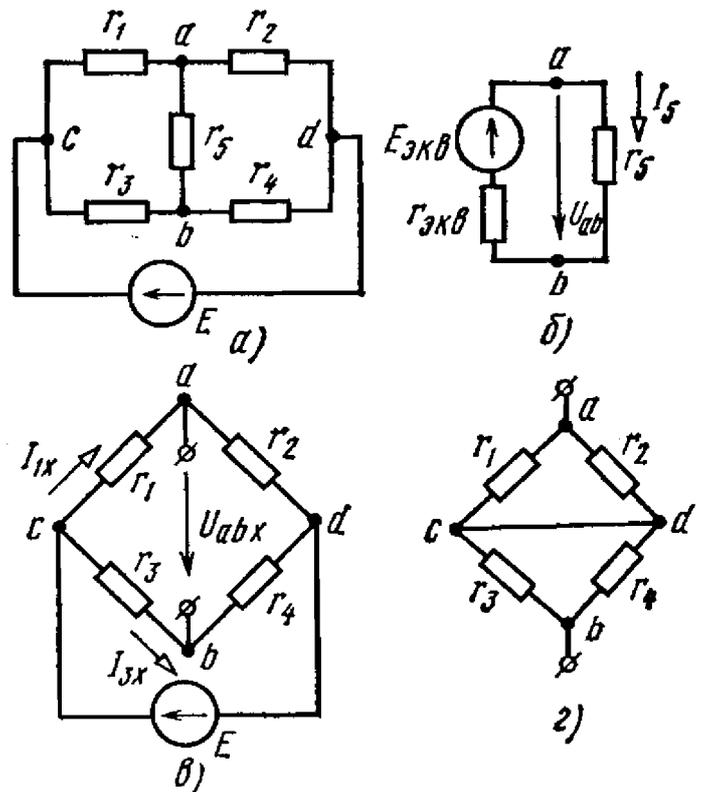

Рис. 1.34
1.34. Определить ток в измерительной диагонали неуравновешенного моста (рис. 1.34, а), воспользовавшись методом экви-
стором r_5 можно заменить воздействием эквивалентного генератора (рис. 1.34, б), у которого $E_{\text{экв}} = U_{abx}$; $r_{\text{экв}} = r_{abvx}$.
Для определения напряжения U_{abx} разомкнем ветвь ab с r_5 (рис. 1.34, в):
Сопротивление $r_{\text{экв}}$ определим по схеме рис. 1.34, г:
Ток диагонали находим из схемы рис. 1.34, б: